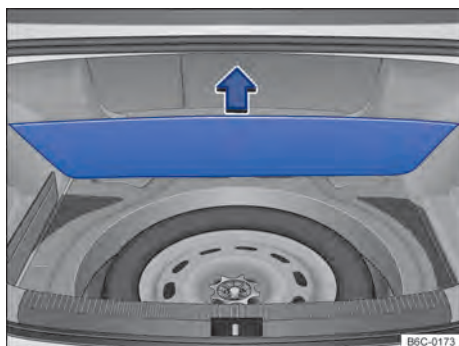

Fig. 122 No compartimento de bagagem, sob o revestimento de assoalho: roda de emergência e ferramentas de bordo.
As ferramentas de bordo e a roda de emergência estão localizadas no compartimento de bagagem, sob o revestimento do assoalho → Fig. 122.
- Levantar o revestimento do compartimento de bagagem → Fig. 122.